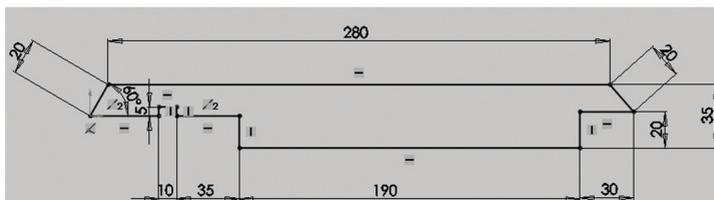

Figura 3.1 – Esboço do Chassi lateral
1.2 Crie um esboço no plano direito e dimensione-o conforme a Figura 3.1.